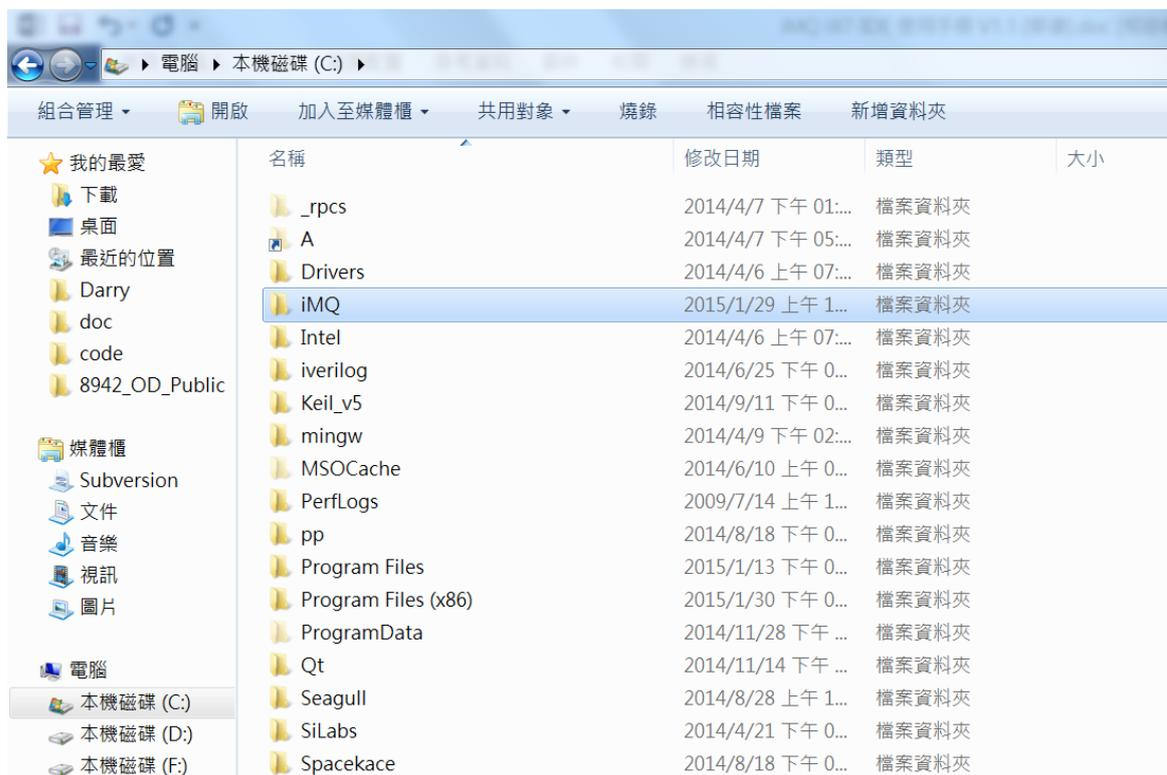

图 3.15
接着到 C 槽的『Program Files』子目录里，将光标移到子目录『iMOIDE』位置 (图 3.15)，按下鼠标右键并点选之，便出现图 3.16。将光标移到『删除 (D)』位置，按下左键，便完成移除所有 i87-IDE 项目的动作。